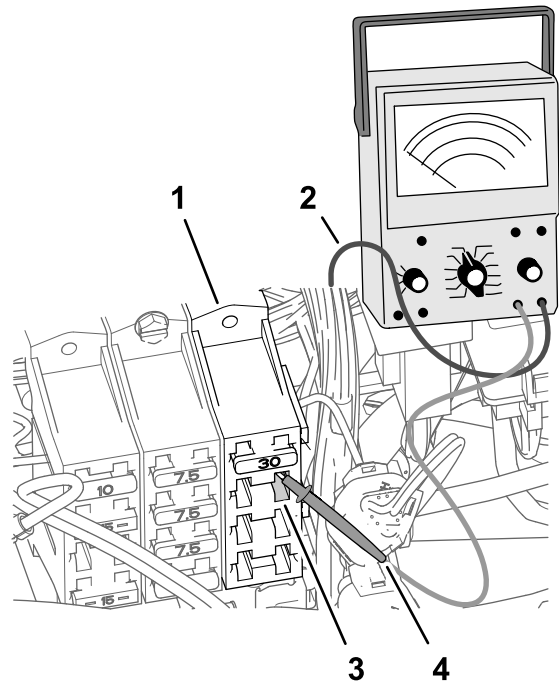

Рисунок 190
2. В месте расположения блока предохранителей 3 вставьте датчик мультиметра в контакт 4 (правый вертикальный ряд) гнезда предохранителя 2, как показано на Рисунок 190.